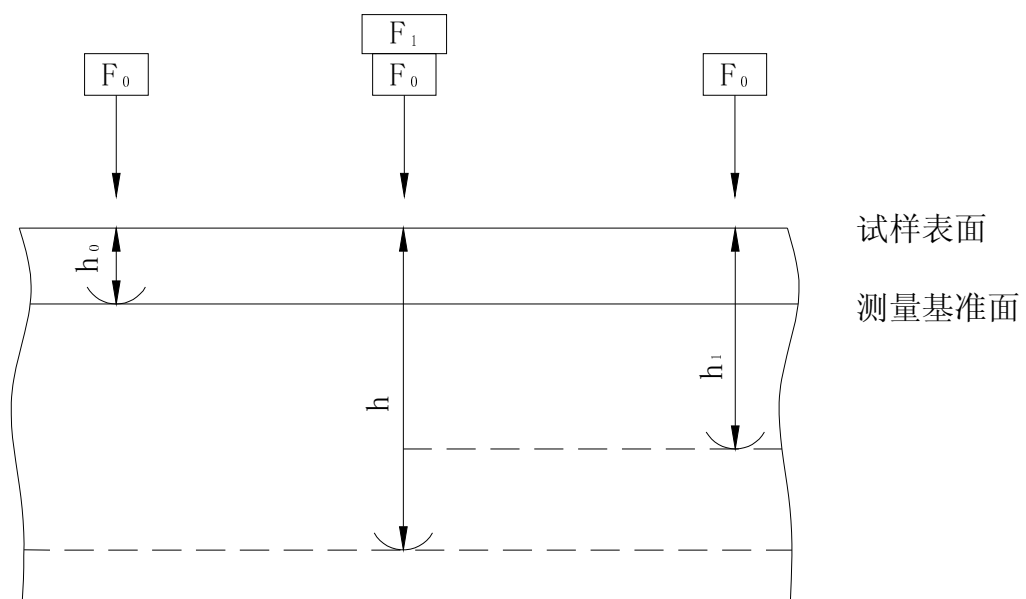

图 1 洛氏硬度试验原理图
1.2 洛氏硬度的试验原理：用金刚石圆锥体压头或一定直径的钢球压头，在初试验力  $F_0$  和主试验力  $F_1$  先后作用下，压入试样表面，保持一定时间，卸除主试验力，保留初试验力，此时的压入深度为  $h_1$ ，在初试验力作用下的压入深度为  $h_0$ ，它们之差  $e(h_1-h_0)$  来表示压痕深度的永久增量。每压入 0.002mm 为一个洛氏硬度单位。（图 1）